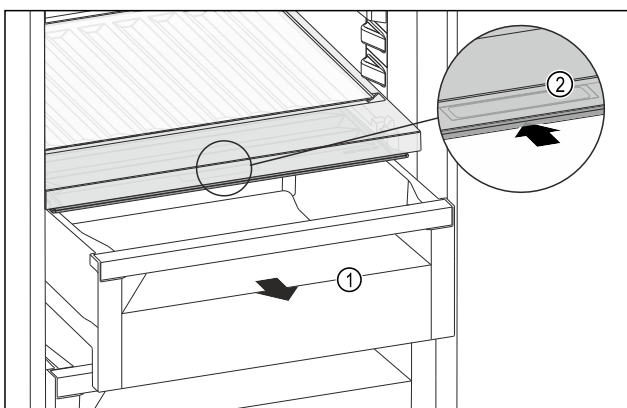

Fig. 211
- ▶ Schubfach Fig. 211 (1) herausziehen.
- ▶ Griffmulde Fig. 211 (2) am Fachdeckel anfassen und Fachdeckel gleichzeitig nach hinten schieben.